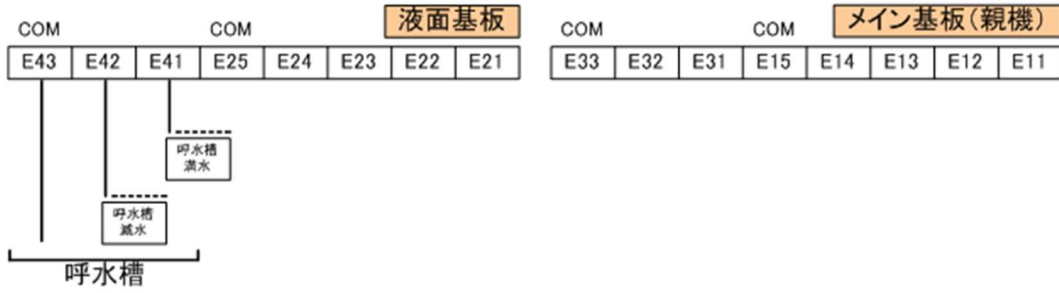

図 5-26
3. 図 5-26～36 について、BNEEV-N 型と BNLEV-N 型の場合は、メイン基板に親機の区別はありません。